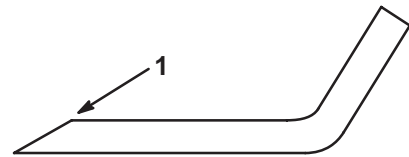

Bild 30
1. Schärfen Sie die Schnittkante an beiden Enden des Schnittmessers mit einer Feile (Bild 30). Behalten Sie den ursprünglichen Winkel bei. Das Schnittmesser behält seine Auswuchtung bei, wenn von beiden Schnittkanten die gleiche Materialmenge entfernt wird.